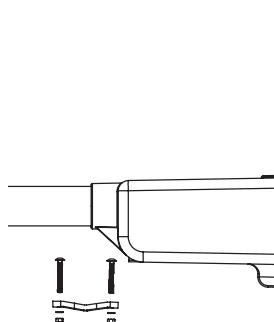

Figura 5
- Para a montagem da abertura em T, certifique-se de que haja um **Parafuso para Abertura em T** em cada lado da barra transversal. Usando o **Pé sem rosca para abertura em T**, coloque-o sob a barra transversal e insira os dois **Parafusos para Abertura em T** nos furos correspondentes no pé. Usando uma **chave de 13 mm (1/2")**, aperte as **Porcas da Abertura em T** para fixar a unidade na barra transversal, conforme mostrado na **Figura 5**
7. Para a montagem da abertura em T, certifique-se de que haja um **Parafuso para Abertura em T** em cada lado da barra transversal. Usando o **Pé sem rosca para abertura em T**, coloque-o sob a barra transversal e insira os dois **Parafusos para Abertura em T** nos furos correspondentes no pé. Usando uma **chave de 13 mm (1/2")**, aperte as **Porcas da Abertura em T** para fixar a unidade na barra transversal, conforme mostrado na **Figura 5**